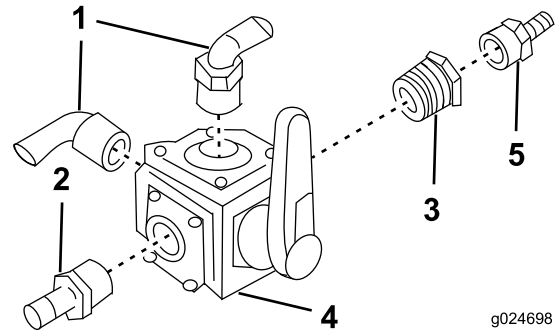

Figure 21
Remarque: L'orientation des raccords est importante. Positionnez les raccords comme montré à la Figure 21.
2. Insérez 4 boulons et 4 rondelles dans les fentes de la vanne à 4 voies (Figure 21).
1. Si aucun raccord cannelé n'est monté sur la vanne à 4 voies, montez-les comme montré à la Figure 21.